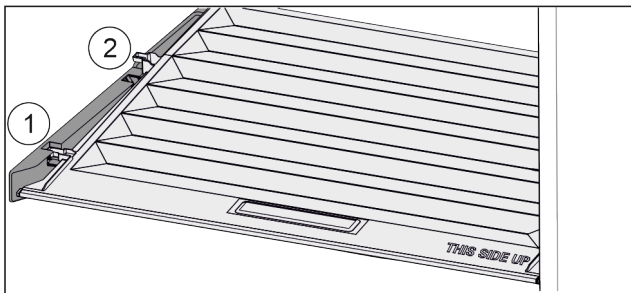

Fig. 126
- ▶ Deslice la tapa hacia delante hasta la abertura de las piezas de sujeción Fig. 126 (1).
- ▶ Levántela por detrás desde abajo y retírela tirando hacia arriba Fig. 126 (2).